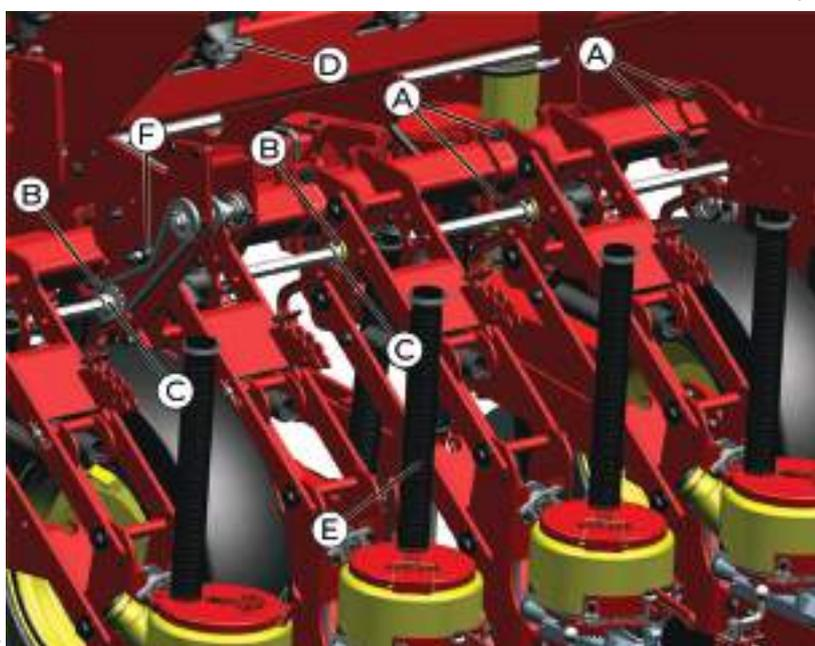

fig. 34
6. Afrouxe os parafusos de fixação (A) das linhas curta e longa da semente. Afrouxe os parafusos (B) dos batentes (C) no eixo de transmissão da semente. Isole o bocal (D) de saída do reservatório superior da semente. Remova o condutor flexível (E) do reservatório inferior da semente. Afrouxe o esticador (F) da transmissão. Retire o eixo da transmissão antes de remover as linhas (fig. 34).